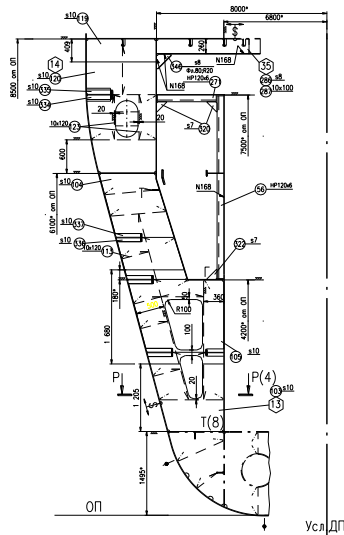

Рисунок 2.1 - Сечение шпангоута
**Задание.** Изучите конструкцию сечения заданного шпангоута условного чертежа (рисунок 2.1). Прономеруйте и подпишите конструктивные элементы, изображённые на чертеже.